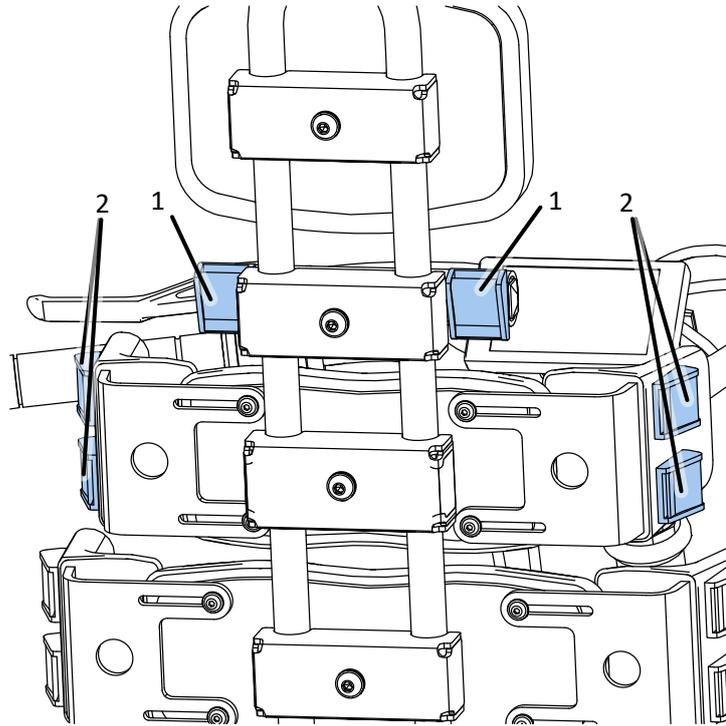

Abb. 32
Die Weste dient zur Unterstützung des Rumpfes im Brustbereich. Sein Zweck ist es, den Brustkorb zu den Pelloten zu spannen. Er ist mit Gurten ausgestattet, die an den Klemmschnallen (1) der Brustpelloten und den Klemmschnallen (2) des Universalhalters befestigt sind. Abb. 32